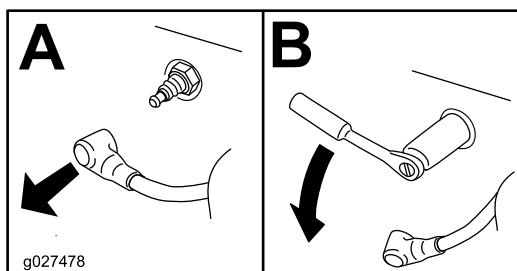

Figura 33
3. Retire a vela de ignição (Figura 33).